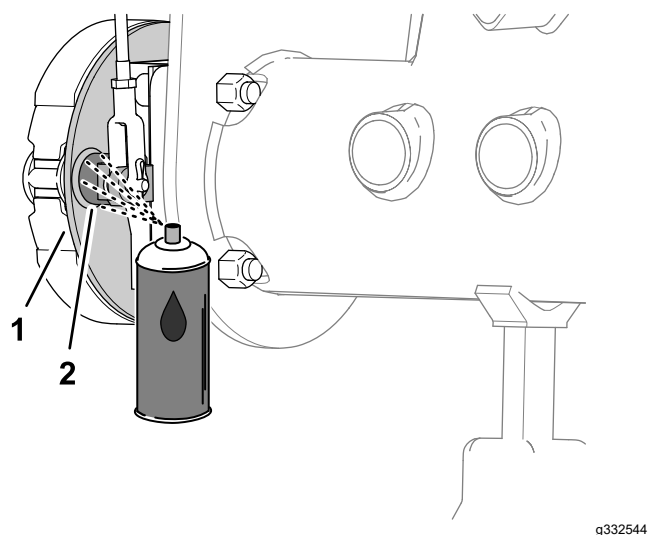
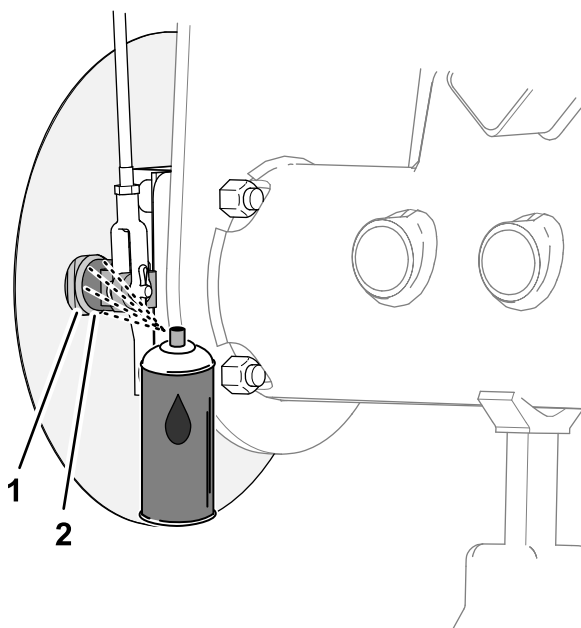

Figura 79
Figura 80
1. En el lado interior del plato del freno (máquinas sin deflector de hierba opcional en la llanta de la rueda) o en el deflector de la rueda (máquinas con deflector de hierba opcional), pulverice aceite penetrante entre el eje de leva del freno y el plato fijo (Figura 79 o Figura 80).